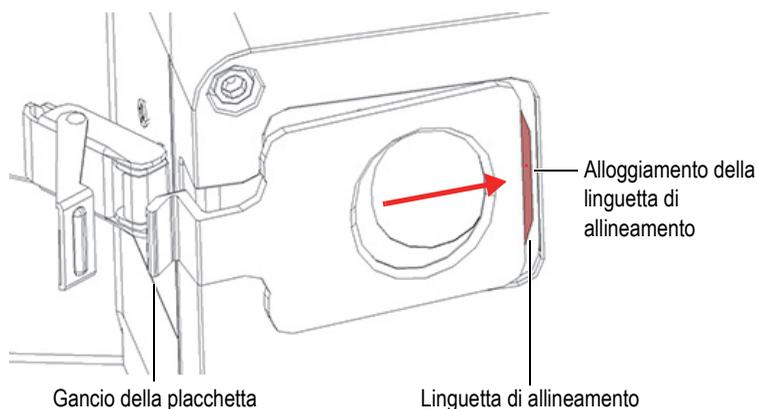

Figura 4-10 Inserimento della linguetta di allineamento nell'alloggiamento della linguetta
4. Fare scorrere la placchetta nell'area incassata della parte frontale dell'analizzatore, assicurandosi che la linguetta di allineamento della placchetta sia inserita nell'alloggiamento della linguetta (vedi Figura 4-10 a pagina 68).